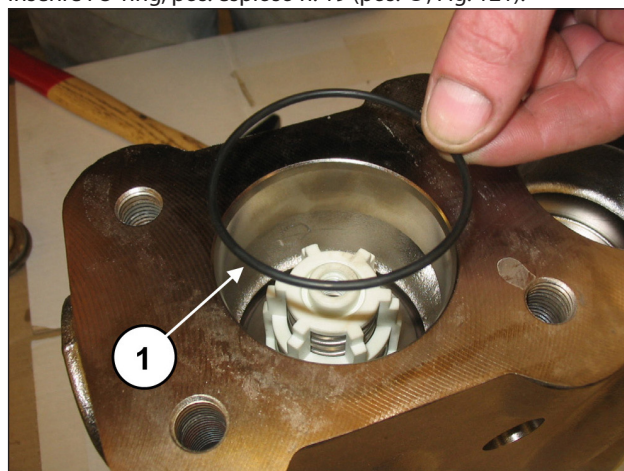

Fig. 121
Inserire l'O-ring, pos. esploso n. 19 (pos. ①, Fig. 121).